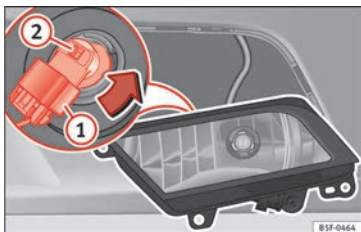

Fig. 107 Phare antibrouillard.
- Retirez le connecteur » **fig. 107** ① de l'ampoule.
- Tournez le support d'ampoules » **fig. 107** ② vers la gauche puis tirez.